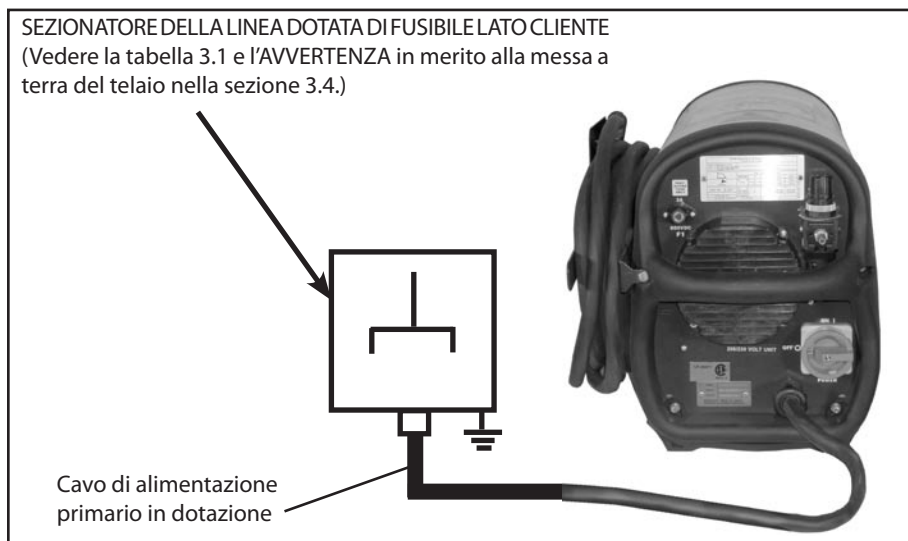

Figura 3.1 Scollegamento e presa della linea con fusibile lato cliente
3.4 COLLEGAMENTI**3.4.1 COLLEGAMENTI DELL'ENTRATA ELETTRICA PRIMARIA (FIGURA 3.1)**